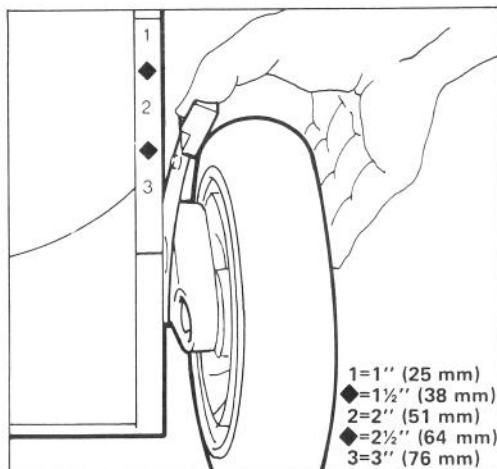

Figure 11
2. Afin de faciliter le réglage, soulevez le carter sans mettre les mains sous la plaque – de manière à ce que la roue ne touche plus le sol. Serrez le levier de réglage vers la roue et déplacez à l'ajustement désiré (Fig. 11). Assurez-vous que la cheville du levier de réglage s'engage dans l'encoche du carter. Réglez toutes les roues à la même hauteur.